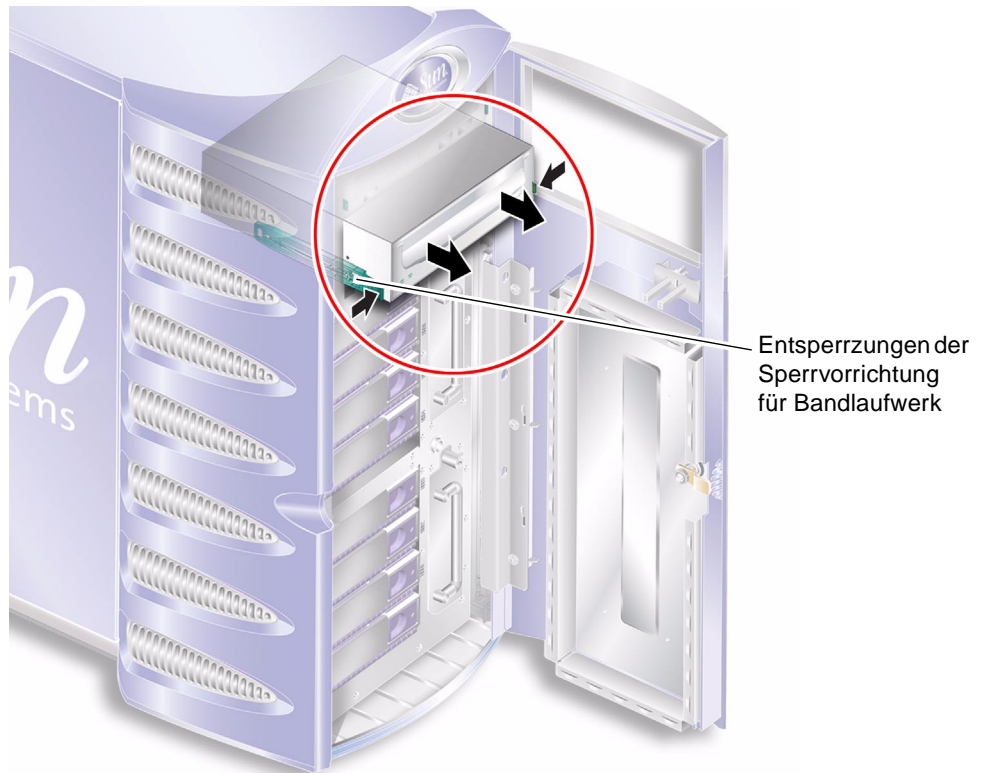

ABBILDUNG 1-29 Entfernen des optionalen Bandlaufwerks
5. Lösen Sie die Halterungen des Bandlaufwerks im Server. Siehe ABBILDUNG 1-29.